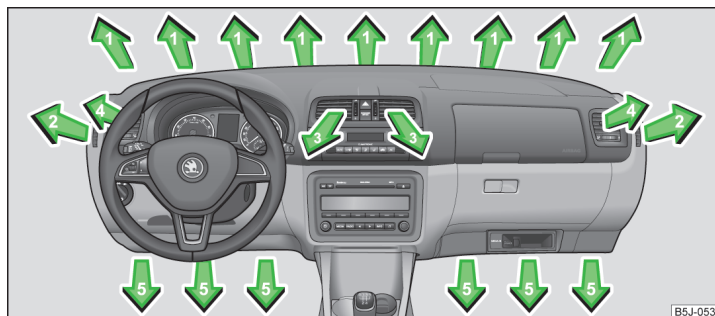

Abb. 97 Luftaustrittsdüsen
Bei den Luftaustrittsdüsen **3** und **4** » Abb. 97 kann die Luftstromrichtung geändert und die Düsen können auch einzeln geschlossen und geöffnet werden.
➤ Das senkrechte Rad (Luftaustrittsdüsen **3**) » Abb. 97 bzw. das waagerechte Rad (Luftaustrittsdüsen **4**) in die Stellung drehen.
➤ Das senkrechte Rad (Luftaustrittsdüsen **3**) » Abb. 97 bzw. das waagerechte Rad (Luftaustrittsdüsen **4**) in die Stellung **0** drehen. ▶
- Die waagerechten Lamellen mithilfe des verschiebbaren Verstellers schwenken, um die Höhe der Luftströmung zu ändern » Abb. 97.
Wir empfehlen Ihnen, die Luftaustrittsdüsen 3 » Abb. 97 auf Seite 90 in allen Betriebsarten geöffnet zu belassen.